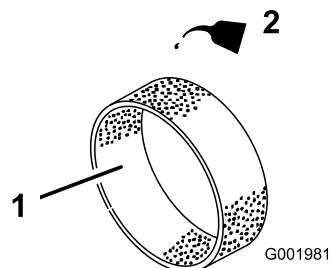

Figure 41
4. Imbibez l'élément de 30 à 60 ml d'huile (Figure 41).